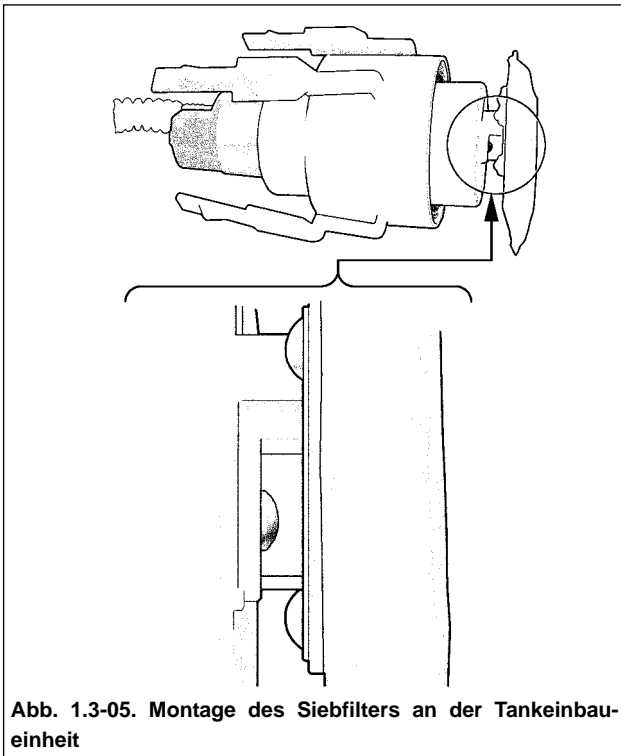

Abb. 1.3-05. Montage des Siebfilters an der Tankeinbaueinheit
2. Unter Einsatz einer Vorrichtung den Siebfilter behutsam mit der Kraft von mindestens 100 N auf seine Außenfläche aufsetzen. Der Siebfilter soll bis zum Anschlag in die EKP-Einzelpumpe ohne Beschädigung der Lamellen der Trägerverriegelung aufgepresst werden. Dabei soll die Vorrichtung nicht mit dem Gehäusedeckel der EKP in Berührung kommen, in welcher eine elektrische Steckverbindung eingebaut ist. Um die Richtigkeit der Siebfiltermontage zu prüfen, muss man sich vergewissern, dass die EKP-Verrastung ca. 1 mm über dem Rand des Siebfilterstutzens hinausragt (Abb. 1.3-05).